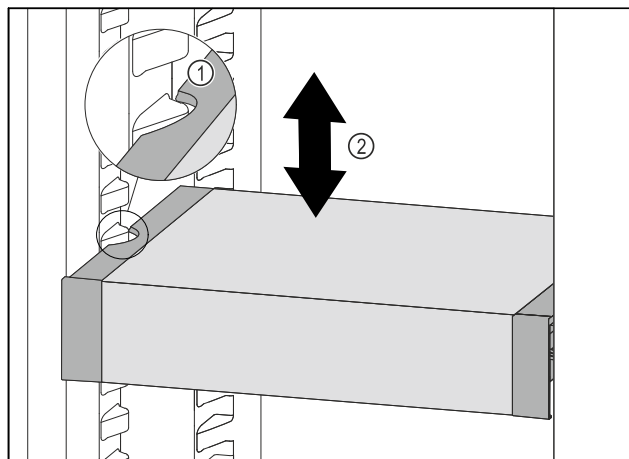

Fig. 96
- ▶ Tirare VarioSafe in avanti fino a quando le cavità laterali di VarioSafe non si trovano al livello della nervatura del contenitore nel vano frigorifero. Fig. 96 (1)
- ▶ Spostare VarioSafe verso l'alto o verso il basso nel vano frigorifero fino a raggiungere l'altezza desiderata. Fig. 96 (2)